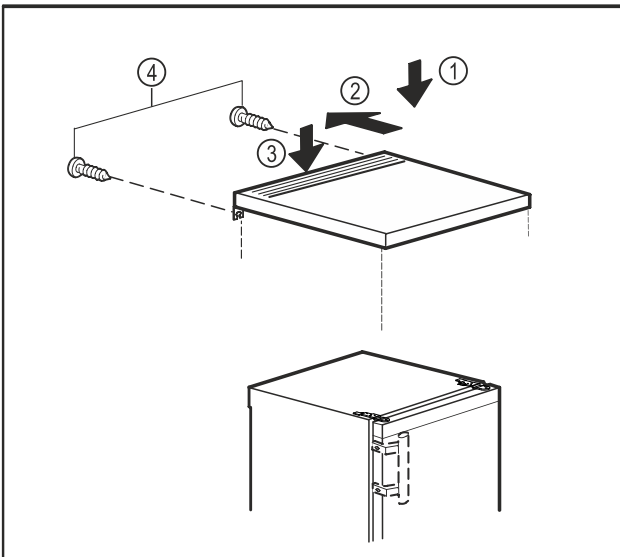

Fig. 19
- ▶ Aseta pöytälevy laitteen päälle. Fig. 19 (1)
- ▶ Työnnä pöytälevyä taaksepäin. Fig. 19 (2)
- ▶ Paina pöytälevyä takaa alaspäin. Fig. 19 (3)
- ▶ Kierrä takapuolella olevat ruuvit kiinni. Fig. 19 (4)